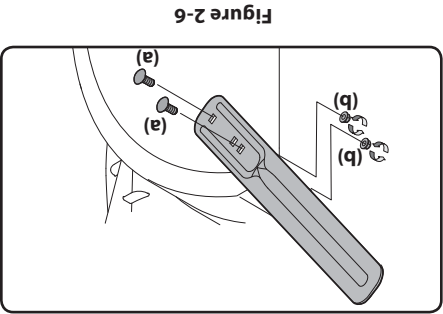

Figure 2-6
1. Retirez les deux vis (a) et les écrous autobloquants (b) qui fixent chaque barre de coupe, puis retirez les barres de coupe des côtés du boîtier de tarières. Voir Figure 2-6.
2. Retournez les barres de coupe à la bonne position et placez-les sur le boîtier de tarières comme illustré à la Figure 2-6.